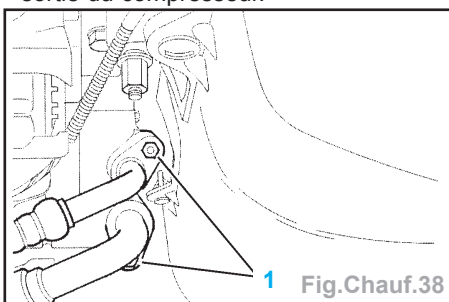

Fig.Chauf.38
- Déposer les vis (1) (Fig.Chauf.38).